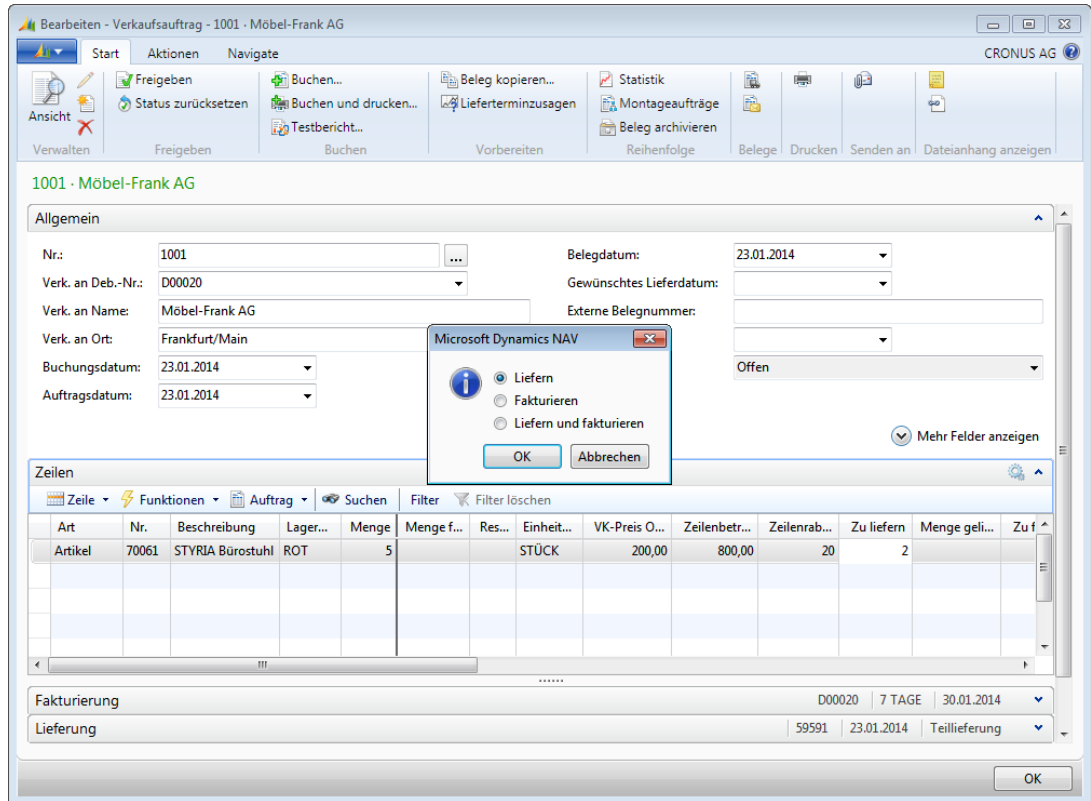

Abbildung 5.10 Auswahl im Dialogfeld zum Buchen der Lieferung
7. Im Dialogfeld zur Buchung wählen Sie die Option *Liefern*, um nur die Lieferung zu buchen, und klicken anschließend auf die Schaltfläche *OK* (siehe Abbildung 5.10). Der Ausdruck des Lieferscheins erfolgt automatisch am Windows-Standarddrucker oder dem in der Druckerwahl zugeordneten Drucker.